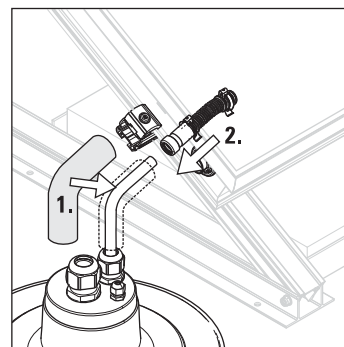

Bild 3-26 Anschlussfitting auf Anschlüsse stecken
6. Den gestauchten Wärmedämmschlauch (HT-Armalex) über das Fitting schieben (Schritt 1 in Bild 3-26).
7. Steckfittings der Kollektoranschlussbögen auf Vorlauf-, (oben am Flachkollektor / VA 15 Solar) bzw. auf Rücklaufverbindungsleitung (unten am Flachkollektor / VA 18 Solar) stecken (Schritt 2 in Bild 3-26).